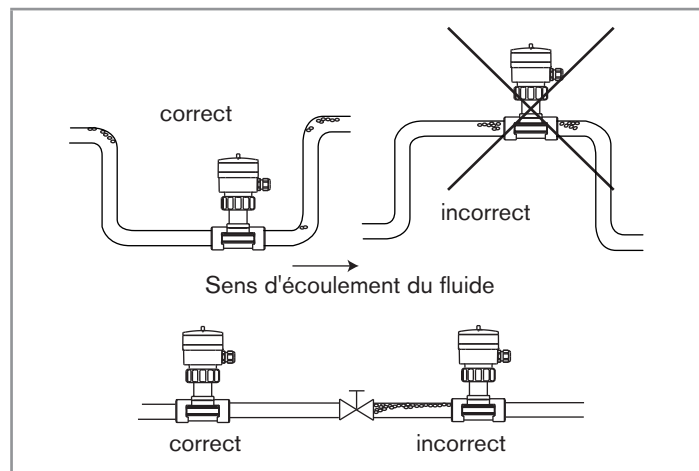

Fig. 7.5 Recommandations additionnelles d'installation
- Pour tout type de mesure, respecter les conditions additionnelles de montage suivantes pour assurer un fonctionnement correct de l'appareil de mesure (fig. 7.5 et 7.6) et éviter la formation de bulles d'air dans la conduite et le remplissage de la conduite au niveau de l'appareil de mesure.